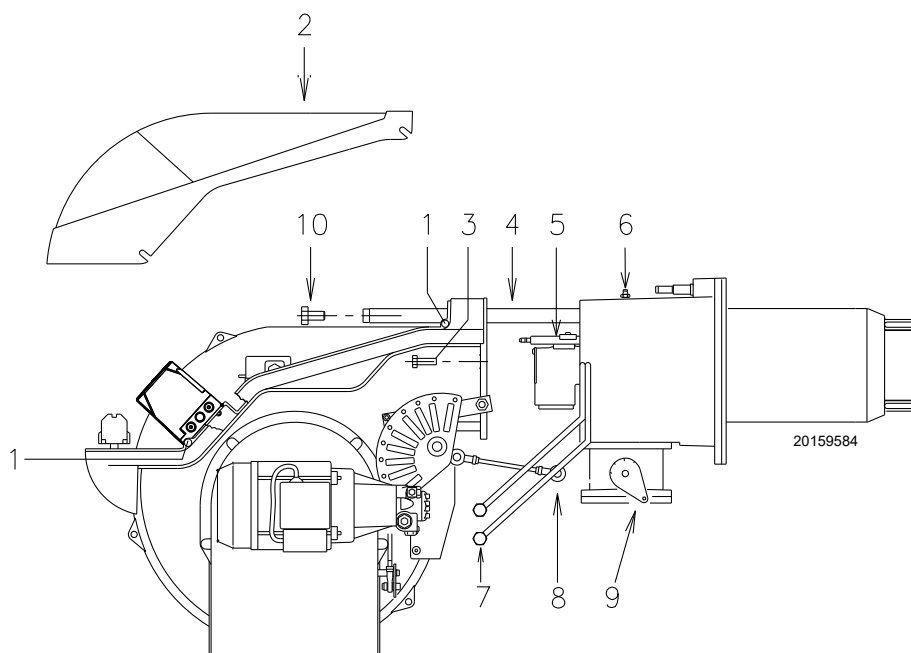

Fig. 44
- Allentare le viti 1) e togliere il cofano 2)(Fig. 44).
- Scollegare i tubi del gasolio 7)(Fig. 44).
- Togliere le viti 3) ed arretrare il bruciatore sulle guide 4)(Fig. 44) per circa 100 mm. Disinserire i cavi degli elettrodi e quindi arretrare del tutto il bruciatore.
A questo punto è possibile estrarre la parte interna 5) dopo aver tolto la vite 6)(Fig. 44).